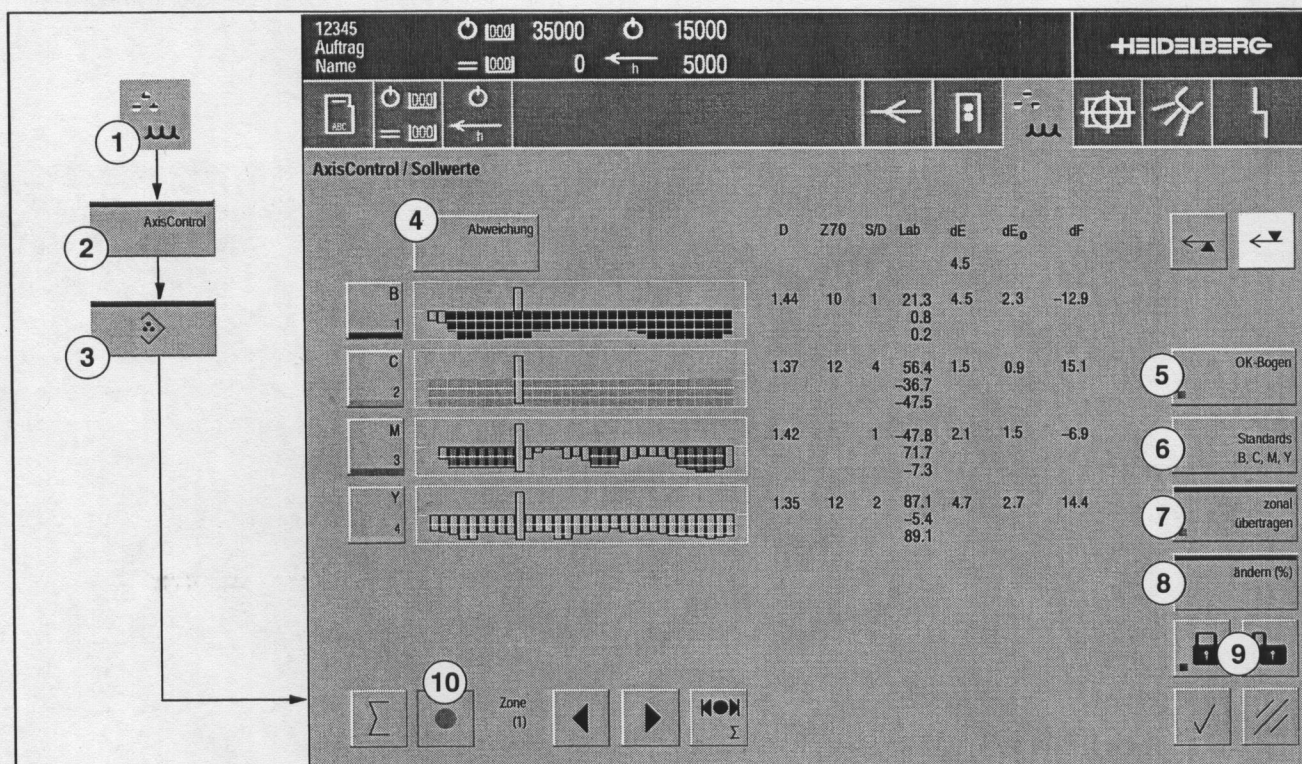

Abb. 17 Menü AxisControl Sollwerte
In diesem Menü können Sie ihre Sollwerte festlegen. Durch Drücken der Taste Abb. 17/4 können Sie zwischen den Ansichten *Abweichung* und *Sollwertquelle* wechseln.
- OK-Bogen (Abb. 17/5)
- Standard (Abb. 17/6)
- *Zonal übertragen* (Abb. 17/7)
- *ändern %* (Abb. 17/8)
- *Sperren/Entsperren* (Abb. 17/9)
- *Markieren* (Abb. 17/10)